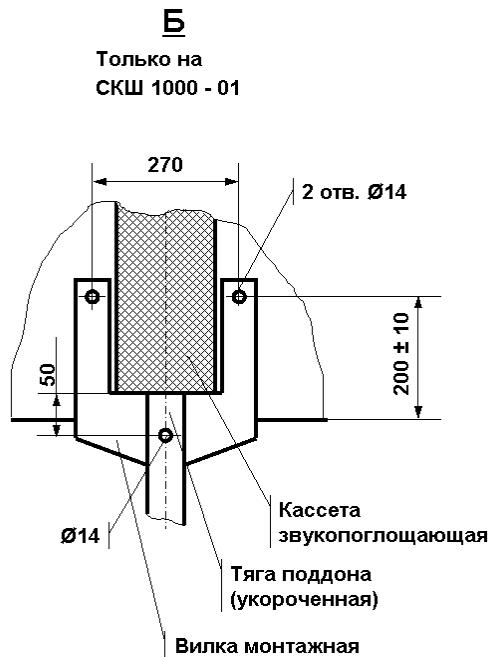

Рис. 2
- укоротить на 250 мм две тяги, находящиеся на сторонах, где прикреплена центральная кассета звукопоглощения, и просверлить в них по отверстию $\varnothing 14$ мм на расстоянии 50 мм от края (см. рис. 2);